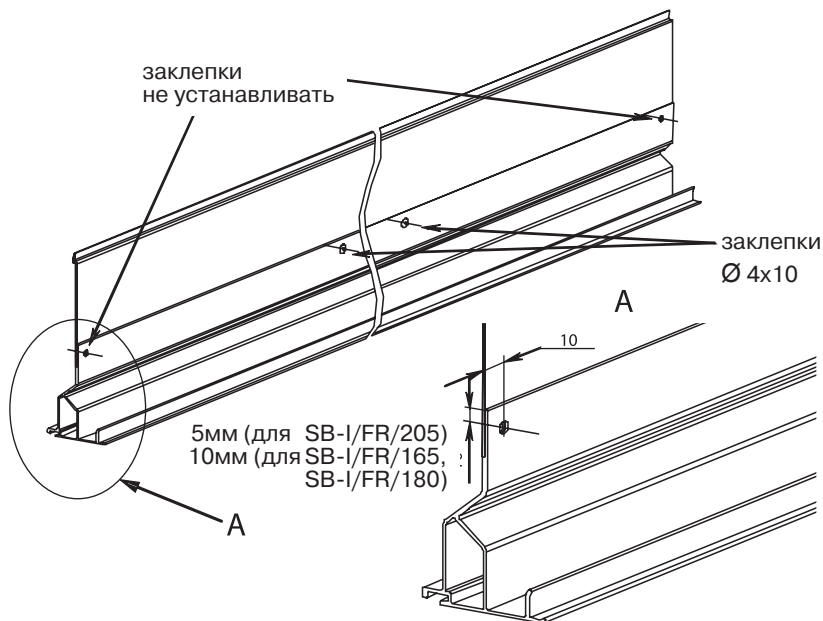

Рис. 6. Схема крепления наружной крышки короба и шины фасадной
- 1)** просверлить отверстия на наружной крышке короба SB-I/OC диаметром 5,2 мм, с шагом 200–400 мм (рис. 6). Минимальное количество отверстий – 4 шт;